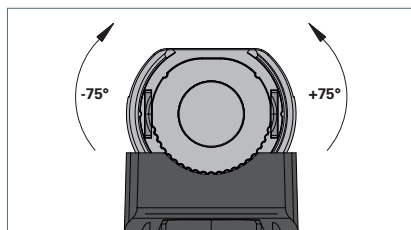

Fig. 4: Aligner le luminaire entre -75° et $+75^\circ$.
- Orientez le luminaire à une position angulaire entre -75° et $+75^\circ$ jusqu'à ce que la zone de travail soit parfaitement illuminée, voir Fig. 4.